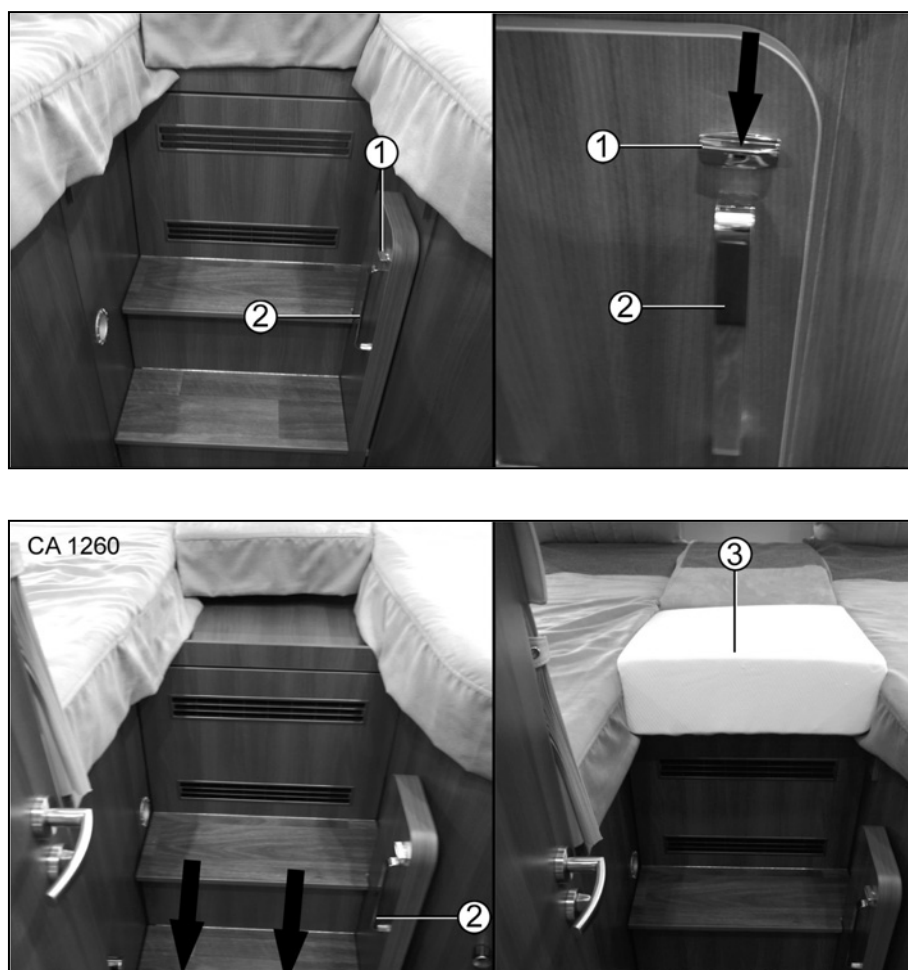

Fig. 79 Transformation du lit
1. Actionner l'interrupteur (Fig. 79/1).
2. Tirer le marche-pied avec la poignée (Fig. 79/2) en direction de la cabine jusqu'à ce qu'il encliquette.
3. Placer un coussin d'appoint (Fig. 79/3) sur la surface libre.